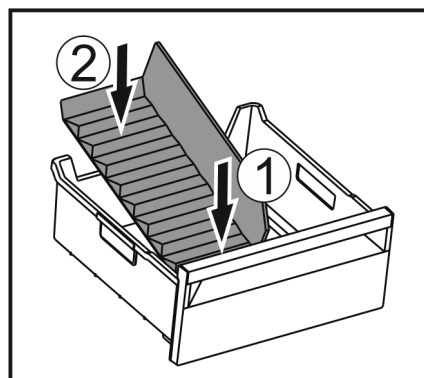

Fig. 196
- ▶ Установите переднюю часть разделителя отделения для льда. Fig. 196 (1)
- ▶ Опустите заднюю часть разделителя отделения для льда на дно выдвижного ящика. Fig. 196 (2)